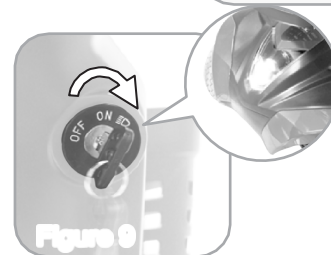

Figure 9
- En tournant la clé sur [] tpour allumer la lumière avant.(Figure 9)